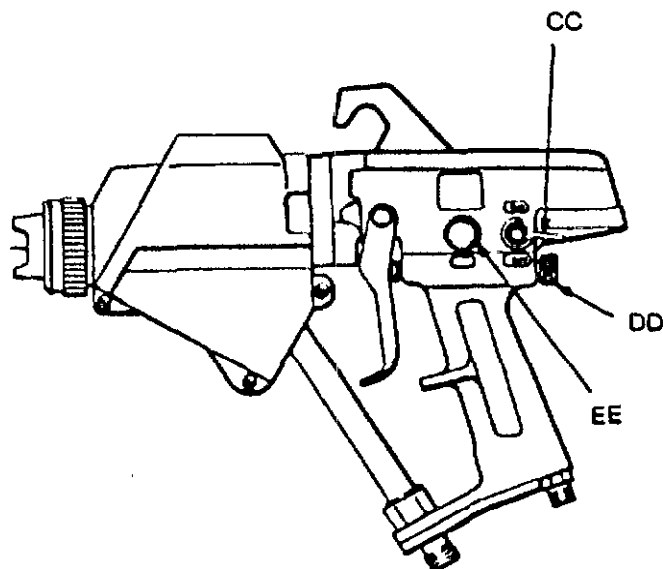

Figura 2
1. Poner la palanca MARCHA/PARADA ES en PARADA (O). Véase la figura 2 para localizar la palanca MARCHA/PARADA ES.